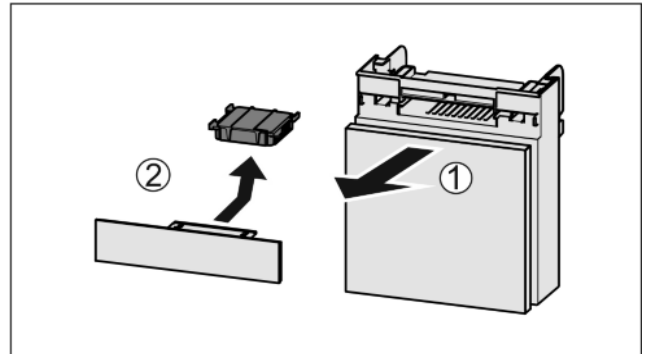

Fig. 36
- ▶ Extraiga Fig. 36 (1) el compartimiento hacia adelante.
- ▶ Retire Fig. 36 (2) el filtro de carbón activado.